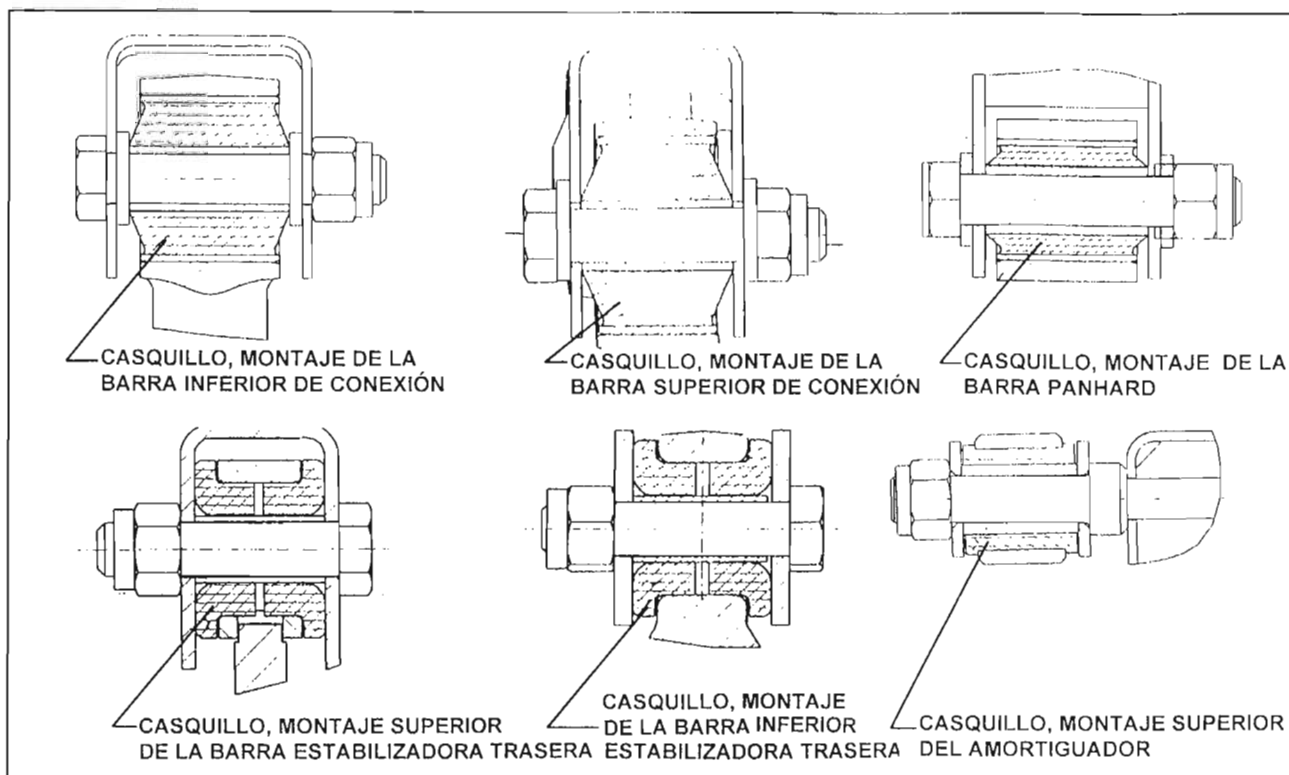

Fig.31 - Casquillos de goma de la suspensión trasera
- Compruebe el estado de los casquillos de goma de los conjuntos de la barra de conexión inferior, superior y de la barra panhard. (Fig. 31) Reemplácelos por nuevos si fuese necesario.